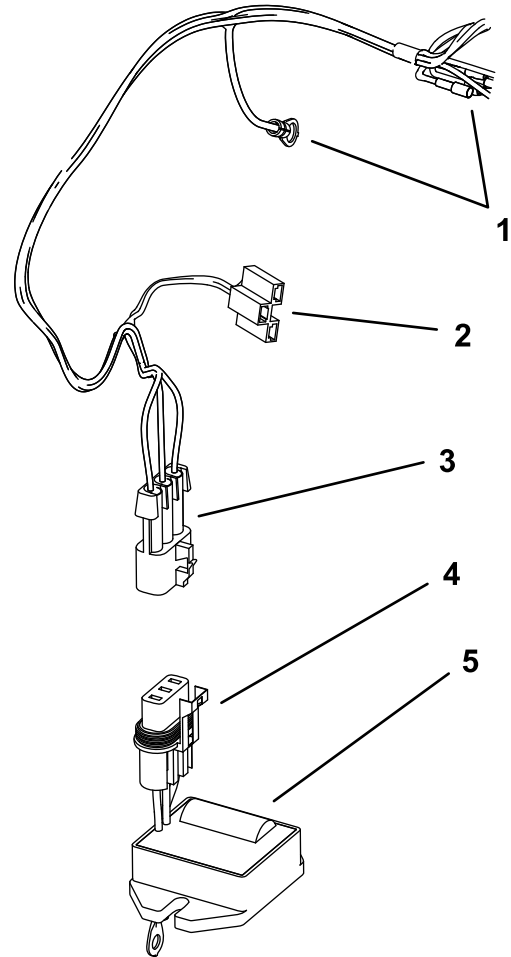

図 2
2. レギュレータのコネクタを無線アワーメータ WHMキットのワイヤハーネスに接続する図2。